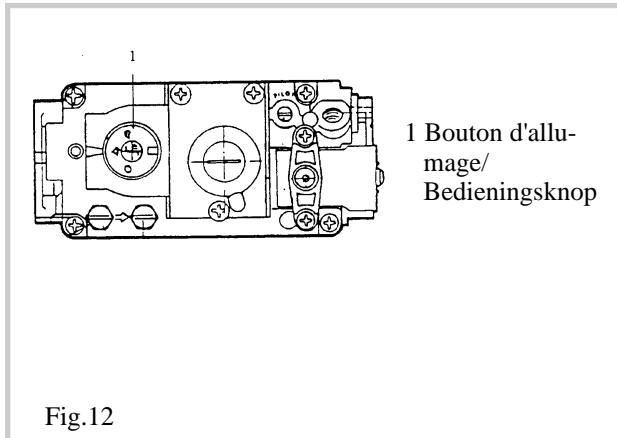

Fig.12
- Appuyer légèrement sur la manette de commande du bloc gaz (fig.12) et la tourner sur la position * (étincelle).
- Lichtjes op de bedieningsknop (fig.12) drukken en hem op stand * (Vonk) brengen.